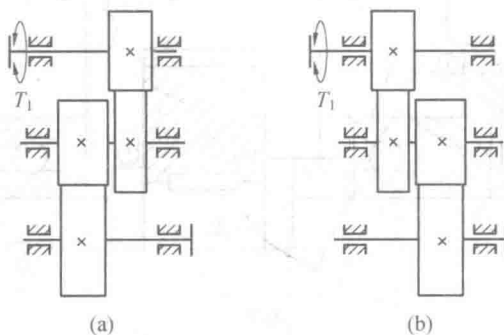

图 1
3. 如图 1 所示为齿轮传动布置的两种方案, 已知转矩由 T_1 处输入, 试分析两种方案哪种方案布置更合理, 并给出理由。